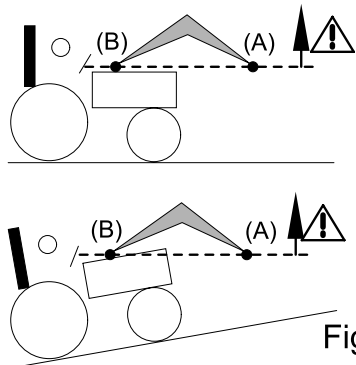

Fig. 2
- Verlies tijdens het heffen en het verplaatsen de lading niet uit het oog vanaf het moment dat het scharnierpunt van het werktuig (A) niet langer in het horizontaal verlengde van het scharnierpunt van de frontlader (B) ligt [zie Afb. 2]. Corrigeer indien nodig de positie van het werktuig, zodat de lading nooit naar de bestuurder gericht wordt [zie Afb. 3].
⚠ GEVAAR: Als de lading niet goed vastgezet is, loopt de operator het risico dat de lading valt wanneer het scharnierpunt van het werktuig (A) niet langer in het horizontaal verlengde van het scharnierpunt van de frontlader (B) ligt [zie Afb. 2].
⚠ GEVAAR: Het is verboden de frontlader te kiepen wanneer het scharnierpunt van het werktuig (A) niet langer in het horizontaal verlengde van het scharnierpunt van de frontlader (B) ligt [zie Afb. 2].